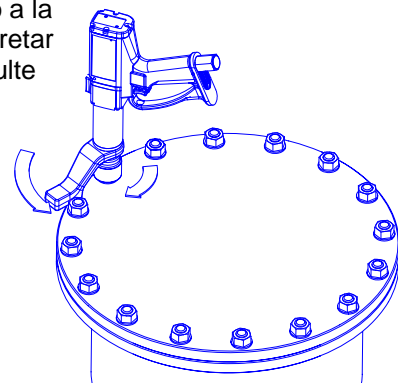

Ilustración 12 – Apriete el perno en el sentido de las agujas del reloj.
1.9 Haga girar la empuñadura hasta la posición adecuada respecto a la barra de reacción. Ajuste la herramienta al perno que desea apretar con la barra de reacción adyacente al punto de reacción. Consulte la ilustración 12.